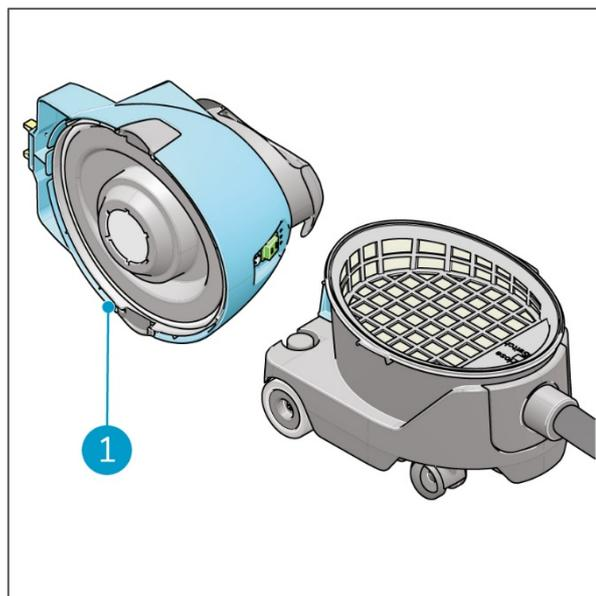

Figure 10
5. Placez le capot sur le côté sur une surface plane (Figure 10, pos. 1).